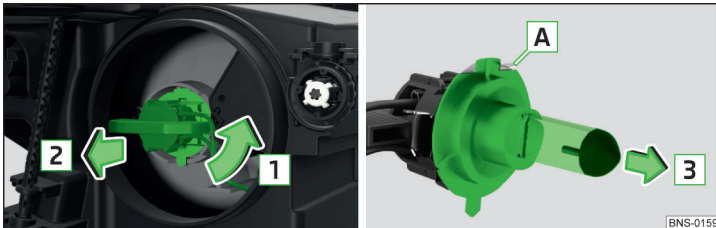

Abb. 371 Glühlampe für Abblendlicht wechseln
- › Den Stecker mit der Glühlampe in Pfeilrichtung **1** drehen » Abb. 371.